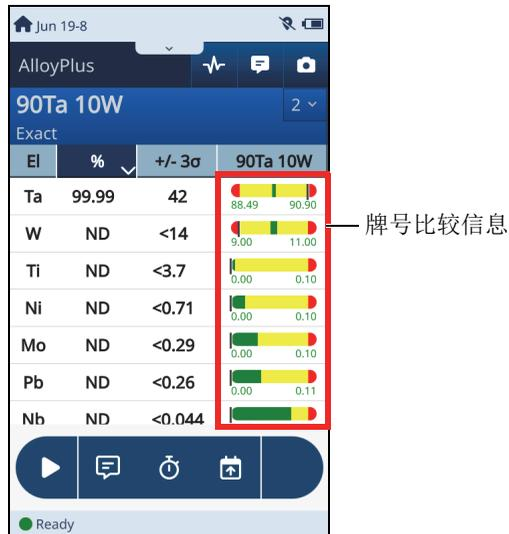

图 2-66 实时视图中的牌号比较信息
- 表明每个特定元素含量的上限和下限的彩色编码条，以及所测到的百分比在两个边界之间（或边界以外）的位置（参见第79页的图 2-66）。